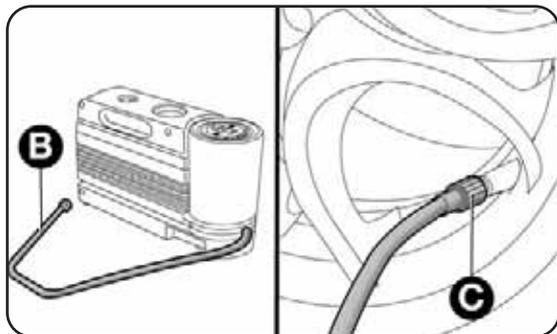

fig. 16
- accionar o travão de mão, despertar a tampa da válvula do pneu, extrair o tubo flexível de enchimento B-fig. 16 e apertar o aro C na válvula do pneu;